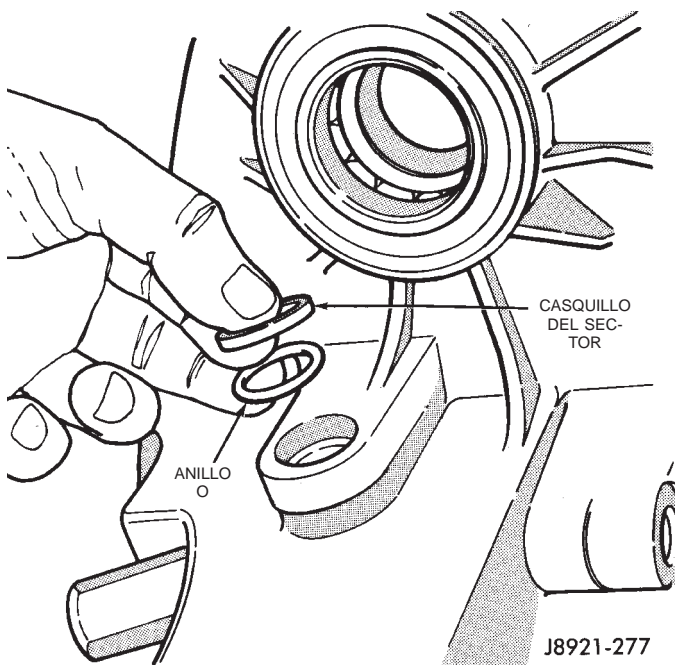

Fig. 60 Instalación de anillo O y casquillo del sector
(1) Instale un nuevo anillo O y casquillo del eje de sector (Fig. 60).